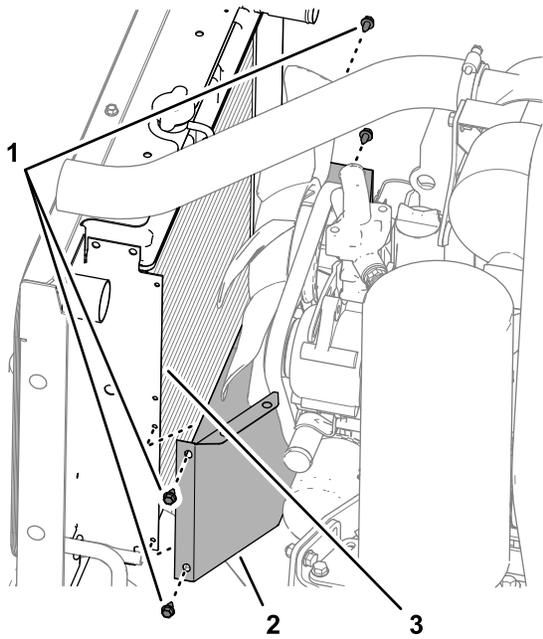

图19
- 2. 卸下将下风扇护罩固定至散热器法兰上的 4 个凸缘头螺栓 $\frac{1}{4} \times \frac{1}{2}$ 英寸然后从机器上取下护罩图19。